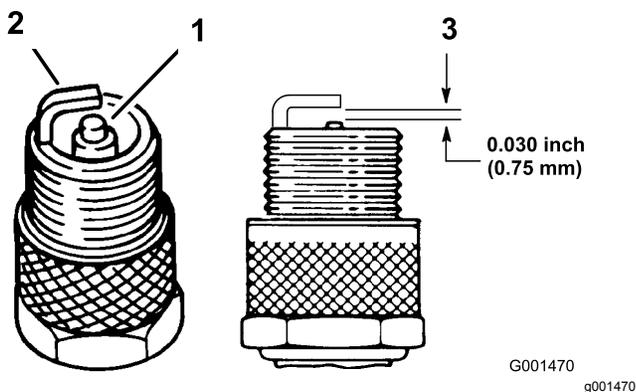

Figure 23
1. Examinez le centre des bougies (Figure 23). Si le bec isolant est recouvert d'un léger dépôt gris ou brun, le moteur fonctionne correctement. S'il est recouvert d'un dépôt noir, cela signifie généralement que le filtre à air est encrassé.
2. Contrôlez l'écartement entre l'électrode centrale et l'électrode latérale (Figure 23). Courbez l'électrode latérale (Figure 23) si l'écartement est incorrect.
3. Connectez les bougies (Figure 23).